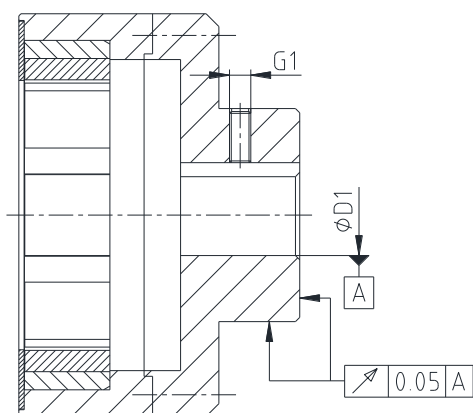

Fig. 4 : Concentricité et perpendicularité du moyeu de bride
- Si le client réalise l'alésage du moyeu, il faut qu'il respecte précisément concentricité et perpendicularité (voir fig. 4 et 5).